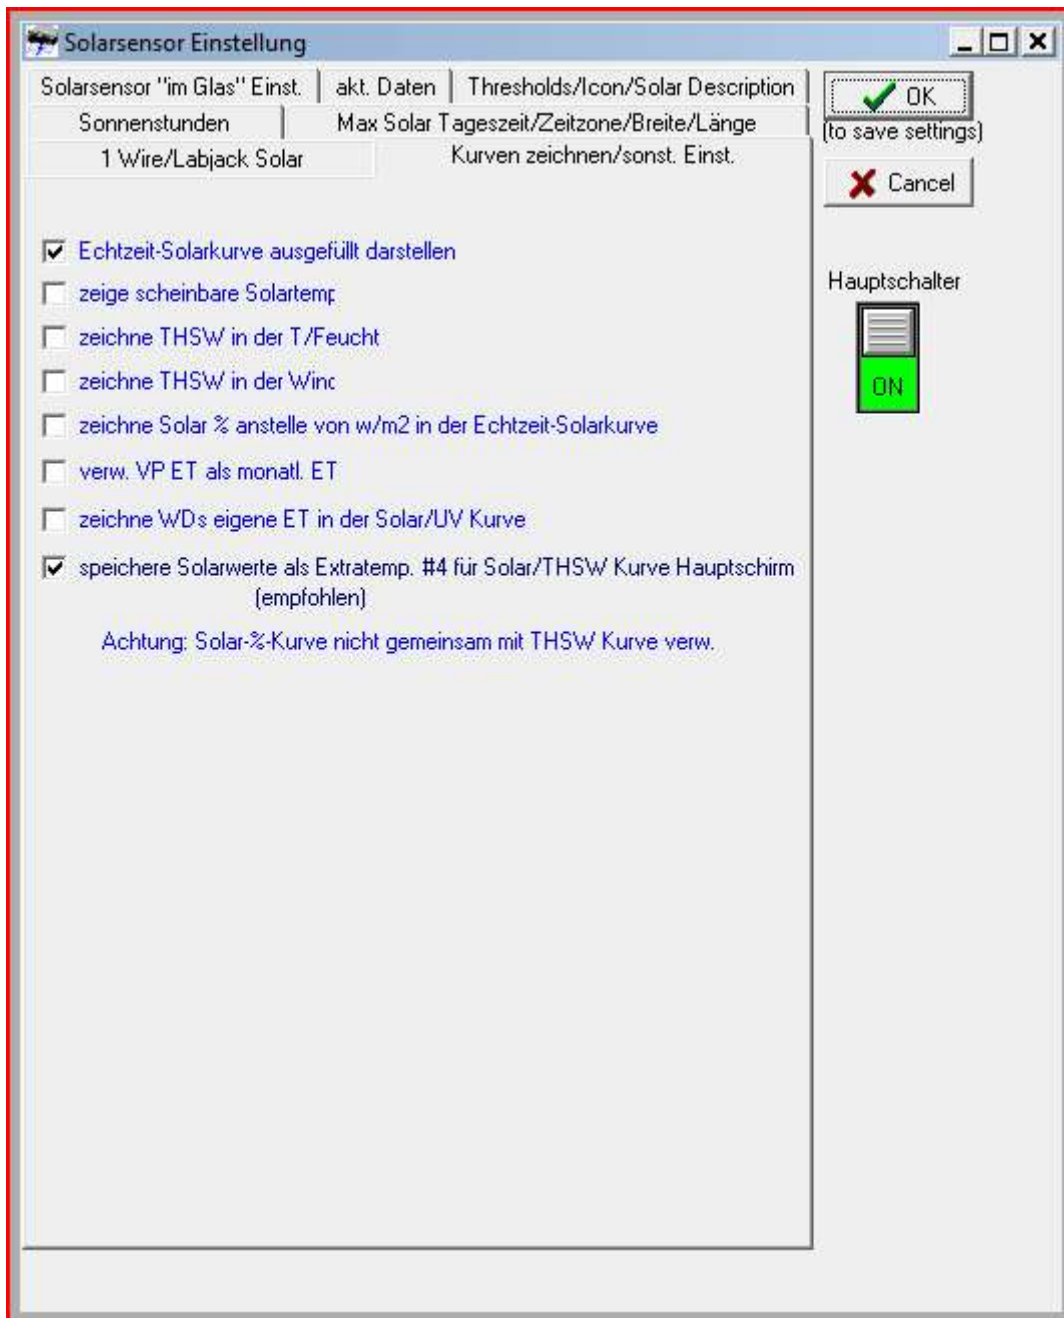

Abbildung 6
3. Im Bereich **Kurve einzeichnen** (Abb.6) kann eingestellt werden, wie die Kurve dargestellt werden soll.